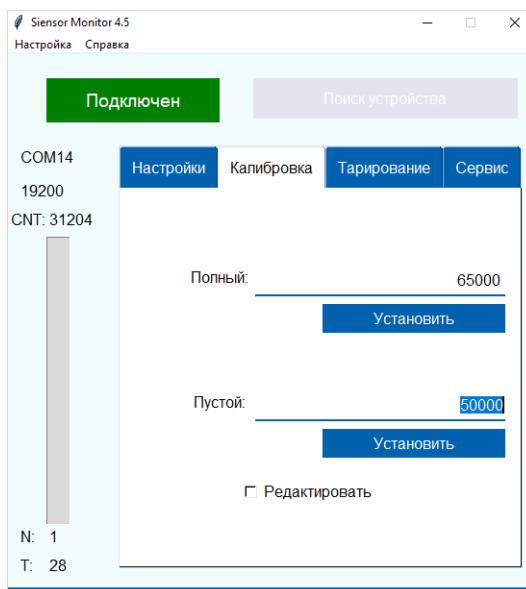

Рис. 2.12 Программа «Siensor Monitor» – установка пределов измерения уровня
4. Перейдите в меню «Калибровка» (см. рис. 2.12). Настройку необходимо производить в том топливе, в котором данный ДУТ будет работать.
7. В окне программы нажмите кнопку «Установить» для «Полный» (см. рис. 2.12). В информационном окне появится надпись «Параметры Установлены».
9. В окне программы нажмите кнопку «Установить» для «Пустой» (рис. 2.12). В информационном окне появится надпись «Параметры Установлены».